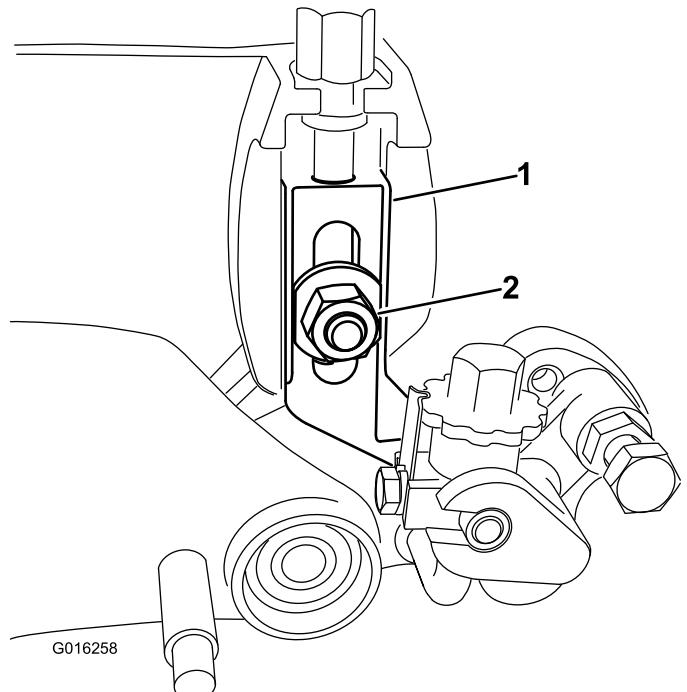

Bild 33
5. Entfernen Sie die Senkschraube, Mutter und Scheibe, mit denen der Schnitthöhenarm an der Seitenplatte befestigt ist (Bild 33).